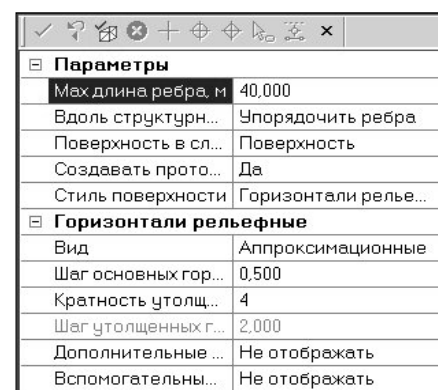

Рис. 18
3. В окне **Параметры** (рис. 18) провести соответствующие настройки параметров. Причем все параметры (кроме: **Вдоль**